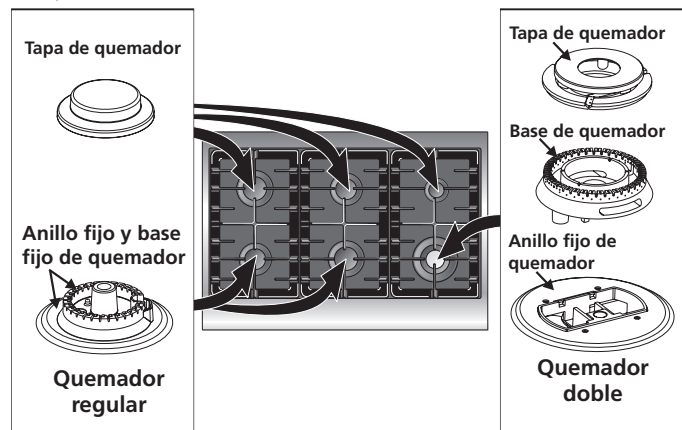

Figura 7
Esta estufa esta equipada con quemadores sellados como se muestra más abajo (Figura 7). Todas las piezas están en su lugar. Tome nota en donde están. **Quite todo el material de protección localizado bajo la cabeza del quemador de dual.** **NOTA:** No hace falta ningún ajuste de quemador en esta estufa.
5. Ajuste bajo "LOW" para la válvula de quemador de superficie Dual (vea Figura 7 y 9)